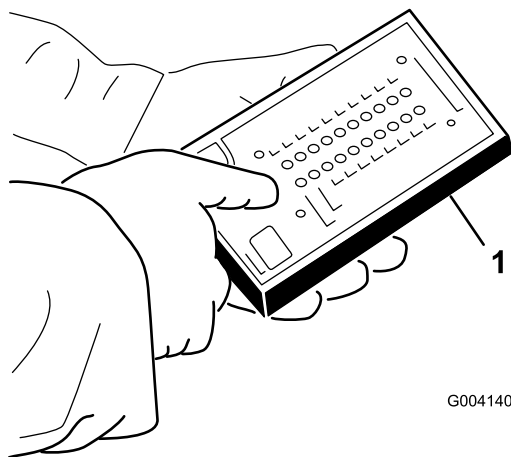

图 39
5. 将 ACE 故障诊断器 接头连接至线束接头 (图 39)。